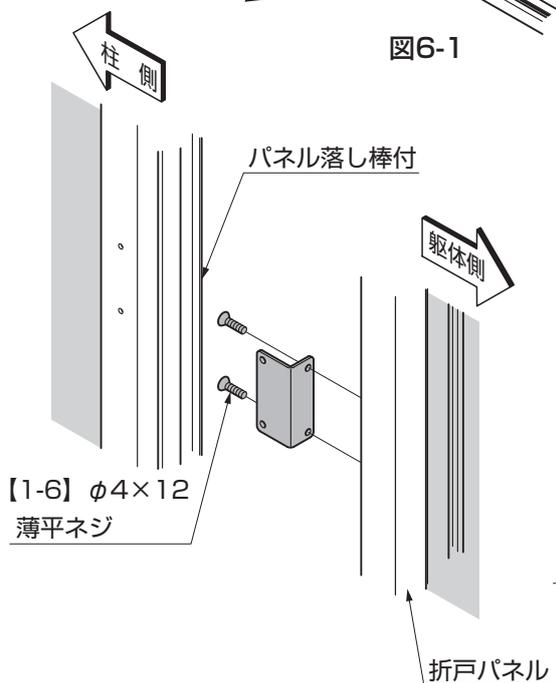

図6-3
- ③部分入隅パネル固定金具を、パネル落とし棒付のヒンジを取付ける穴に【1-6】で取付けてください。(図6-3参照)